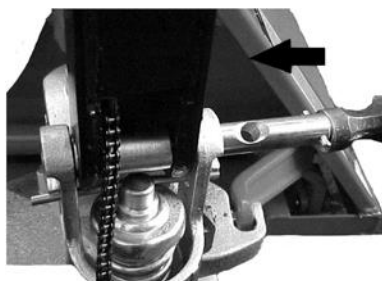

Abb. 6 Montieren der Achse
- a) Führen Sie die Deichsel (1) in den Pumpenkolben ein, dann verwenden Sie einen Hammer, um die Achse mit dem Loch in die Hydraulikpumpe und die Deichsel einzusetzen (Abb. 6).